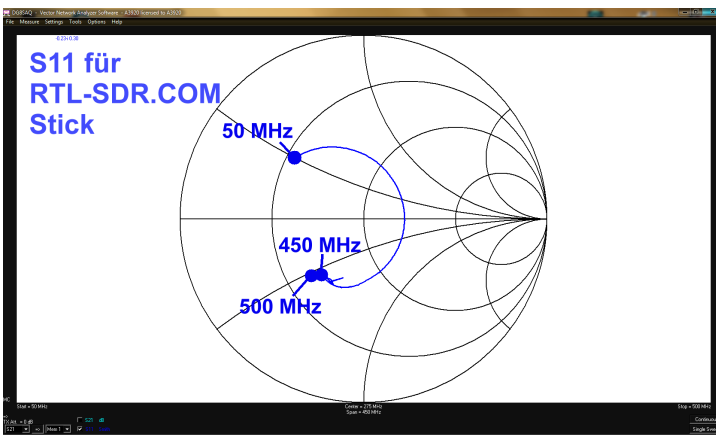

Bild 17:
- c. eine nochmals verbesserte Eingangs-anpassung schon ab tiefen Frequenzen und damit kleinere S11-Werte (**Bild 17** zeigt den gemessenen Verlauf). Außer-